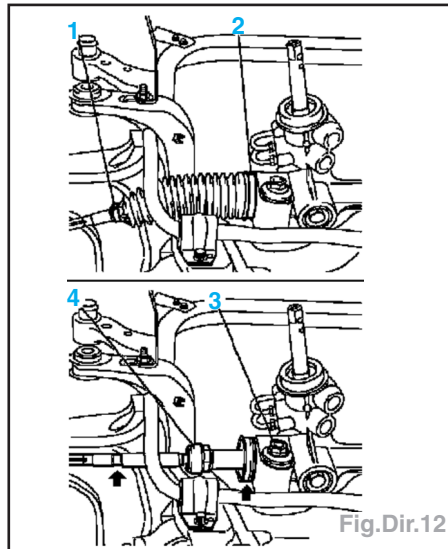

Fig.Dir.12
- Desserrer les bandes de retenue (1 et 2) des soufflets G et D de crémaillère et les repousser sur les biellettes de direction. Déposer les biellettes (4) G et D à l'aide de l'outil KM-6004-1 (SW 32) ou de l'outil KM-6004-2 (SW 34) de la crémaillère (Fig.Dir.12).